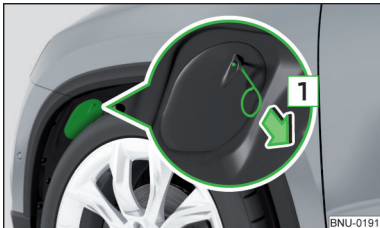

Abb. 350
- › Die Vorderräder so einstellen, dass die jeweilige Abdeckung zugänglich ist » Abb. 350.
- › Die Abdeckung in die zugehörige Öffnung einsetzen und eindrücken » Abb. 350. Die Abdeckung muss sicher einrasten.